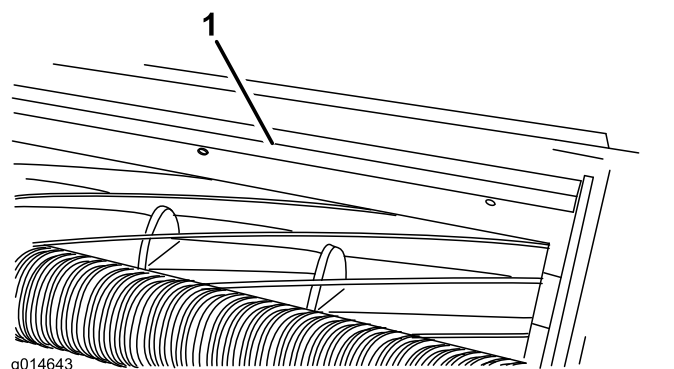

Figura 11
1. Allentate i bulloni che fissano la barra superiore (Figura 11) all'apparato di taglio.